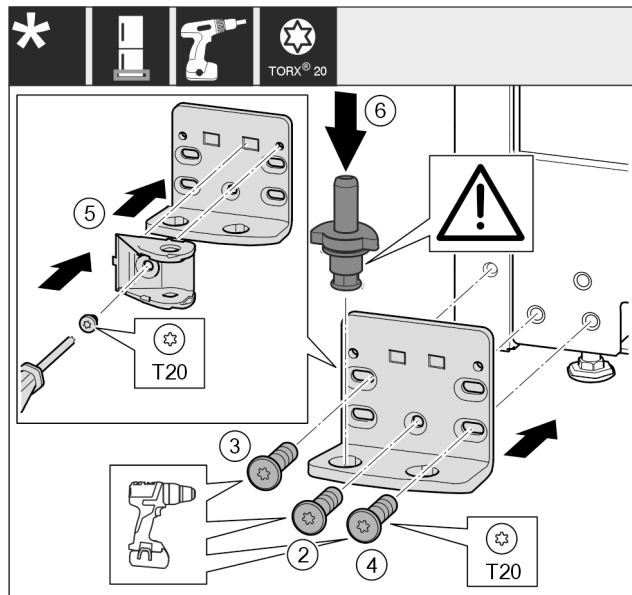

Fig. 21*
- ▶ Lagerbok aan de andere zijde plaatsen en met behulp van een schroevendraaier er in schroeven. Met schroef Fig. 21 (2) onder in het midden beginnen.*
- ▶ Schroef Fig. 21 (3) en schroef Fig. 21 (4) vastschroeven.*